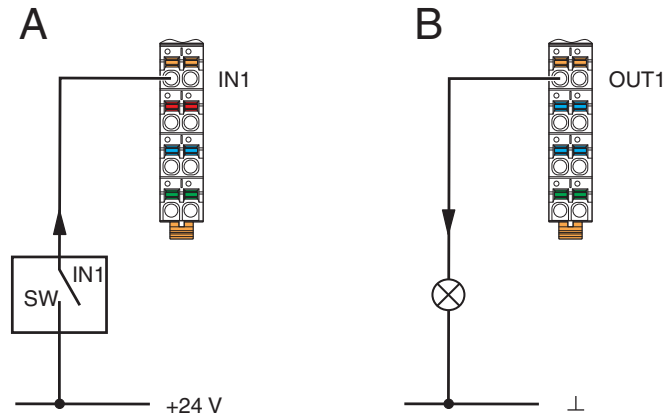

Abb. 7-15 1-Leiter-Anschluss bei digitalen Modulen
**Sensor** Abb. 7-15, Abb. A zeigt den Anschluss eines 1-Leiter-Sensors.
**Aktor** Abb. 7-15, Abb. B zeigt den Anschluss eines 1-Leiter-Aktors.